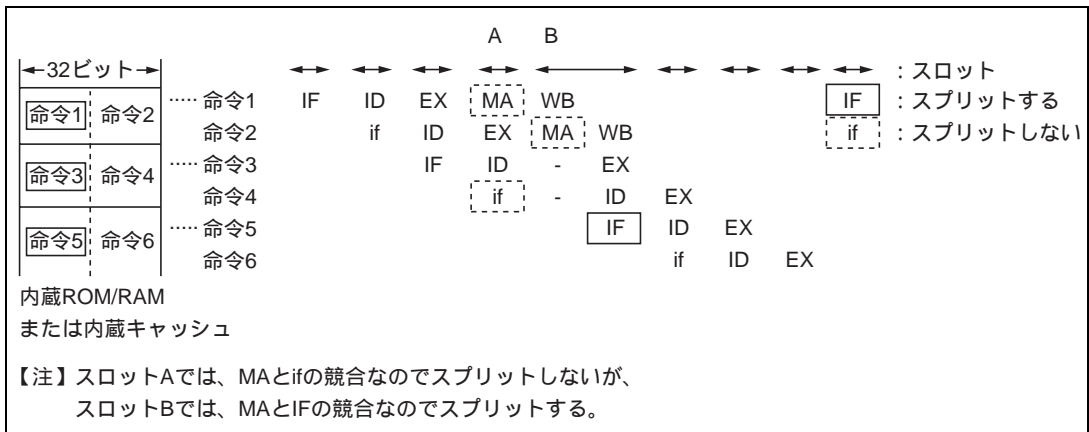

図 7.8 内蔵 ROM/RAM または内蔵キャッシュに配置された命令の位置と、IF、MA の競合動作との関係
(3) 内蔵 ROM/RAM または内蔵キャッシュに配置された命令の位置と、IF、MA の競合動作との関係 (SH-1/2 の場合)
命令が内蔵 ROM/RAM または内蔵キャッシュに配置されている場合、上記 (2) で示したように、バスサイクルが発生しない命令フェッチステージ ("if" と小文字で表します) が存在します。この if と MA が競合したときは、IF と MA の競合と異なり、スロットのスプリットは発生しません。すなわち、if と MA は同時実行可能です。このスロットの実行にかかるステート数は MA によるメモリアクセスサイクル数になります。この様子を図 7.8 に示します。